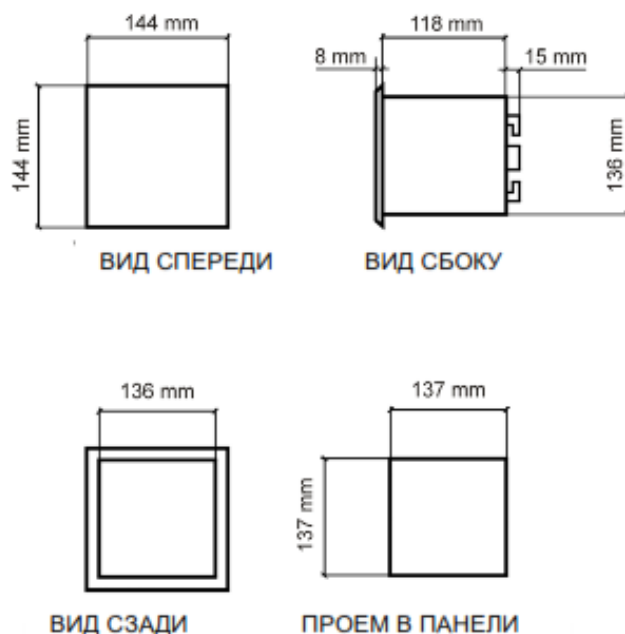

Рисунок 2.1 Размеры реле SMPR
- выполнить в панели проем размерами 137 х 137 мм [ Размеры реле SMPR приведены на Рис. 2.1] ;